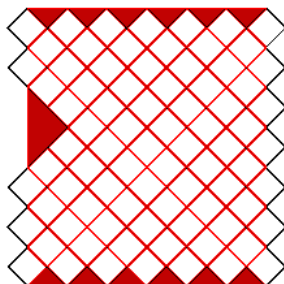

图 4-169 修剪曲面
- 选中填充曲面 3，再单击“编辑”组中的“修剪”按钮 **修剪**，打开“曲面修剪”操控板。在图形区中选择阵列的曲面作为修剪工具，单击 **修剪** 按钮改变修剪方向，再单击“应用”按钮完成修剪，如图 4-169 所示。